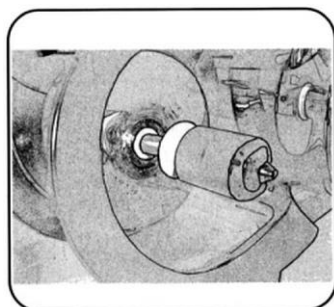

Fig. 36
8. Em seguida, humedeça as juntas da espiral com água (Fig. 36).